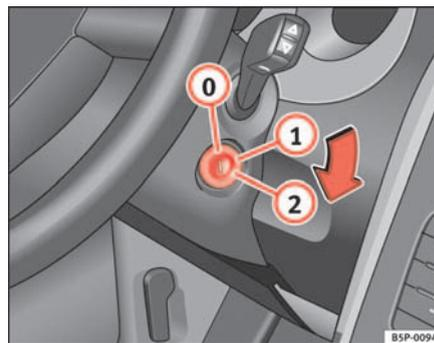

Fig. 130 Positions de la clé de contact
Dans cette position ⇒ fig. 130 l'allumage et le moteur sont déconnectés, ce qui peut bloquer la direction.
- Amenez la clé de contact en position ⇒ page 166, fig. 130 .
- Amenez la clé de contact en position ⇒ page 166, fig. 130  ▶